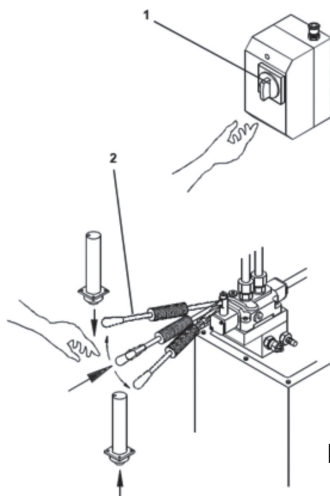

Fig 7
- Accione el interruptor (1) de encendido de la centralita (Fig. 7).
- Accione la palanca (2) empujándola y manteniéndola presionada hacia la unidad hidráulica, luego suba o baje la palanca para mover el pistón.